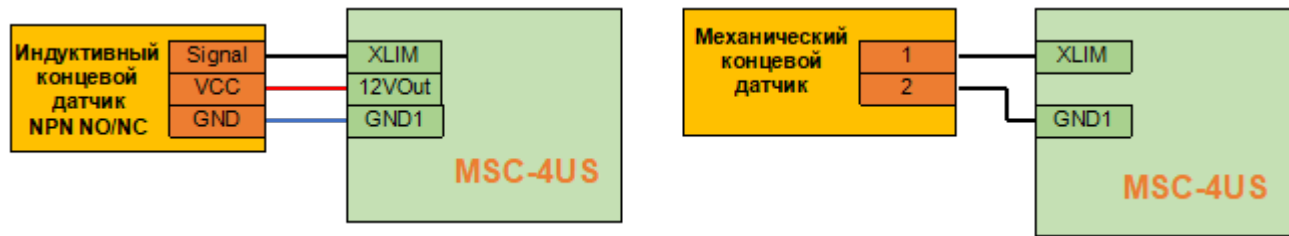

Рисунок 4: Подключение индуктивных и механических датчиков к контроллеру MSC-4US
**ВАЖНО.** Входные цепи всех дискретных сигнальных входов построены таким образом, что работают только с датчиками **NPN** типа. При этом возможно подключение как индуктивных (магнитных), так и механических датчиков (кнопок). Пример подключения индуктивного и механического датчика представлен на рис.4.